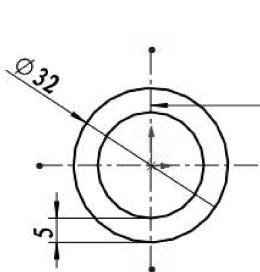

图 2-115 绘制同心圆
- 单击【圆】按钮 ，在坐标系原点绘制两个同心圆，进行尺寸约束，如图 2-115 所示。